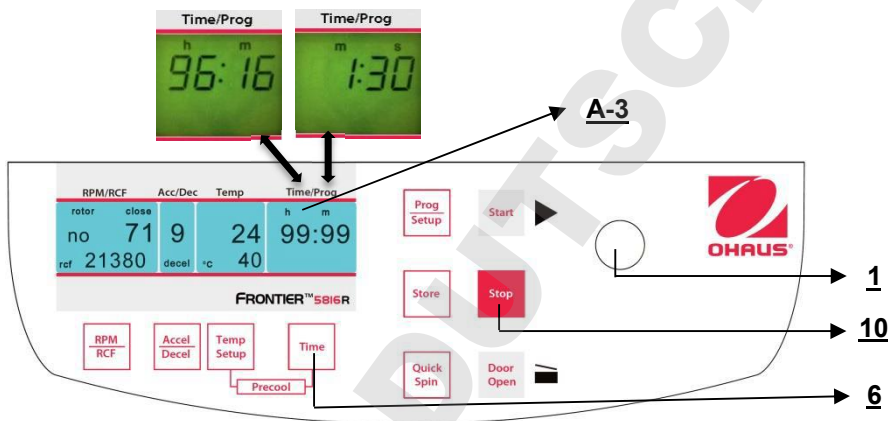

Figura 17
Per impostare il valore desiderato, utilizzare la manopola di regolazione (1). Dopo aver superato 59 minuti e 50 secondi, l'indicazione cambia automaticamente a **"h : m"**. Dopo aver superato 99 ore 59 minuti, la parola **"cont"** appare nel display **"Time/Prog"** (A-3). Il funzionamento continuo può essere interrotto solo mediante il tasto **"Stop"**(10). Il conteggio alla rovescia del tempo incomincia non appena si raggiunge la velocità impostata. Il display indica sempre il tempo di funzionamento rimanente. (Vedere figura 17)